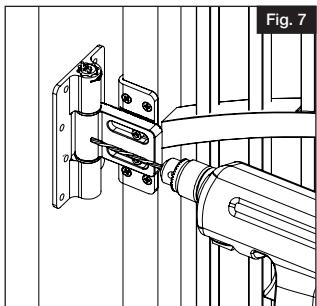

Fig. 7
- e.) Taladrar los agujeros guía en la pared o columna (Fig. 7).